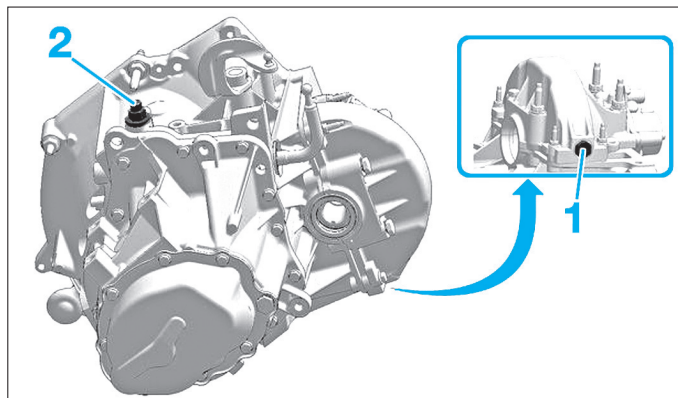

Fig. 1
- Déposer le bouchon (1) pour effectuer la vidange (Fig.1).
- Reposer le bouchon de vidange (1).
- le bouchon de l'orifice de la mise à l'air libre (2) (Fig.1).